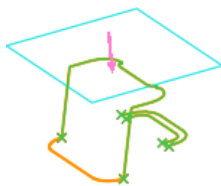
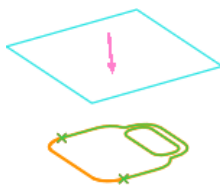

图 4.6 链 1-1（上部）
图 4.7 链 1-1（下部）
Step4. 在轮廓曲线中选取所需的链。在“轮廓曲线”操控板中单击 **环选择** 选项卡，在系统弹出的“环选择”窗口中选择 **链** 选项卡，然后在列表中选择 **1-1**（此时图 4.6 所示的链变亮），在 **1-1** 右侧的 **状况** 下拉列表中选择 **下部** 选项，如图 4.7 所示。